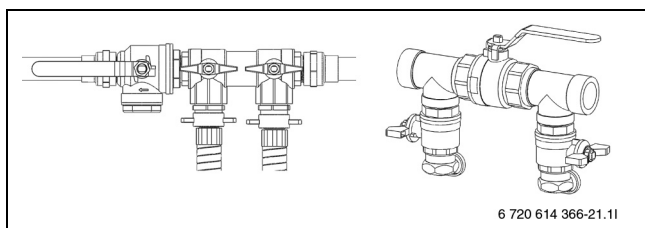

Рис. 29 Узлы заполнения в нормальном положении
- ▶ Установите краны на узле заполнения в нормальное положение (→ рис. 29) и выключите насос заполняющей станции.